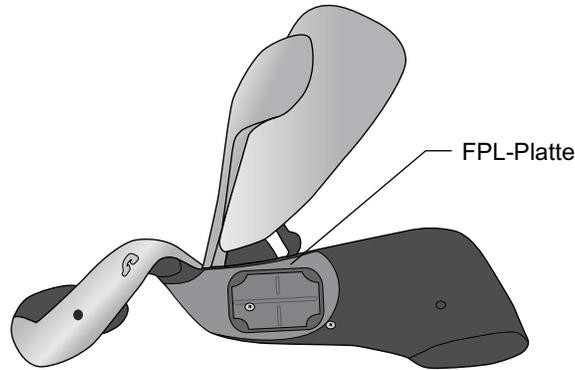

Abbildung 6-11: Platzierung der FPL-Platte an der Orthese
5. Führen Sie die Schraube für die FPL-Platte durch die Elektrodenbasis der FPL-Platte und in die Basis und den Sockel der FPL-Elektrode Nr. 5 der Orthese ein. Siehe Abbildung 6-11.